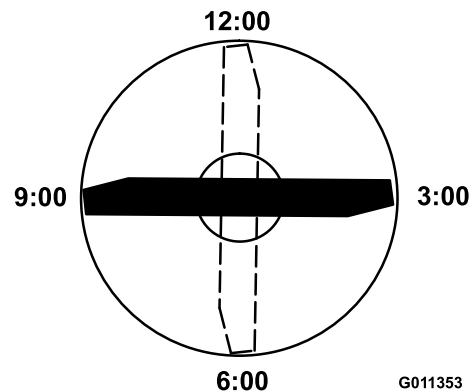

Figura 96
4. Coloque el filo de corte del extremo marcado de la cuchilla en la posición de las 12 (hacia adelante, en el sentido de la siega) (Figura 96) y mida la altura desde la mesa hasta el filo de corte de la cuchilla.
5. Gire el extremo marcado de la cuchilla a las posiciones de las 3 y de las 9 (Figura 96) y mida las alturas.